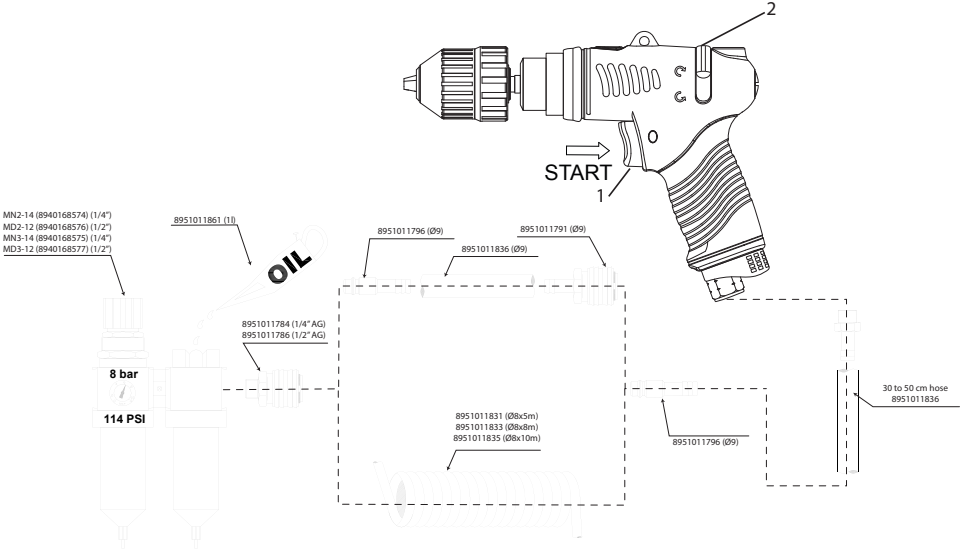

Fig. 01:
- Das Gerät laut Abb. 01 anschließen.
- Zum Betrieb in Vorwärtsrichtung den Umschaltstift einwärts drücken. Zum Betrieb im Rückwärtsgang den Umschaltstift (2) drücken.
- Drücken Sie zum Starten der Maschine einfach auf den Drücker (1). Die Maschinendrehzahl steigt mit steigendem Druck auf den Drücker. Lassen Sie den Drücker oder Hauptschalter los, um die Maschine zu stoppen.
- Den Drehzahlsschalter (2) nur verwenden, wenn die Antriebsspindel vollständig stillsteht. Das Ändern der Drehzahl vor dem Stillstand der Antriebsspindel kann die Maschine beschädigen.
- Connect device as shown in Fig.01.
- To operate in forward rotation, push the reverse pin (2). To operate in reverse, push the reverse pin (2).
- To start the machine, simply push the trigger (1). Machine speed is increase by increasing pressure on the trigger. Release the main switch to stop.
- Use the speed switch (2) only when the drive spindle comes to a complete stop. Changing the speed before the drive spindle stops may damage the machine.